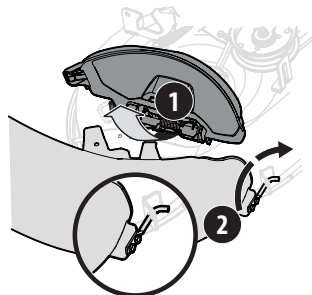

Figure 20
- Relevez le déflecteur d'éjection et tenez-le (1), puis installez le coude de la goulotte en insérant la tige de montage dans le trou approprié du support de roue ou de la patte de montage (2) comme indiqué dans la Figure 20.
- Soulevez le déflecteur d'éjection en vous assurant qu'il repose sur le support du coude de la goulotte précédemment installé. Voir Figure 20.